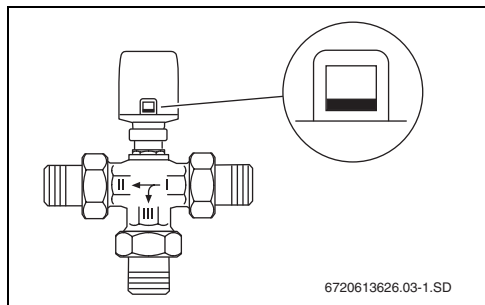

Рис. 4 Индикатор в обесточенном состоянии
- Индикатор виден только по нижнему краю (→ рис. 4).